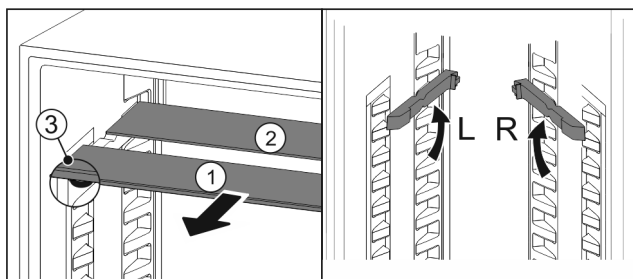

Fig. 140
- Wyciągnąć Fig. 140 (1) pojedynczo półki szklane do przodu.
- ▷ Płyta szklana Fig. 140 (1) z listwą ozdobną znajduje się z przodu.
- ▷ Stopery Fig. 140 (3) wskazują w dół.